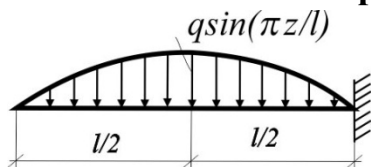

Рис.4.20
4.20. Написать выражение для  $Q$  и  $M$  в сечении  $z$  (рис. 4.20).